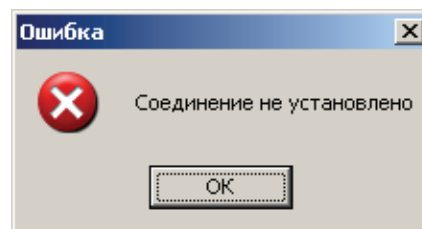

Рисунок 4.16
*Примечание: При нажатии на кнопку **Отмена** произойдет прерывание соединения и появится всплывающее окно с сообщением (см. рисунок 4.16).*